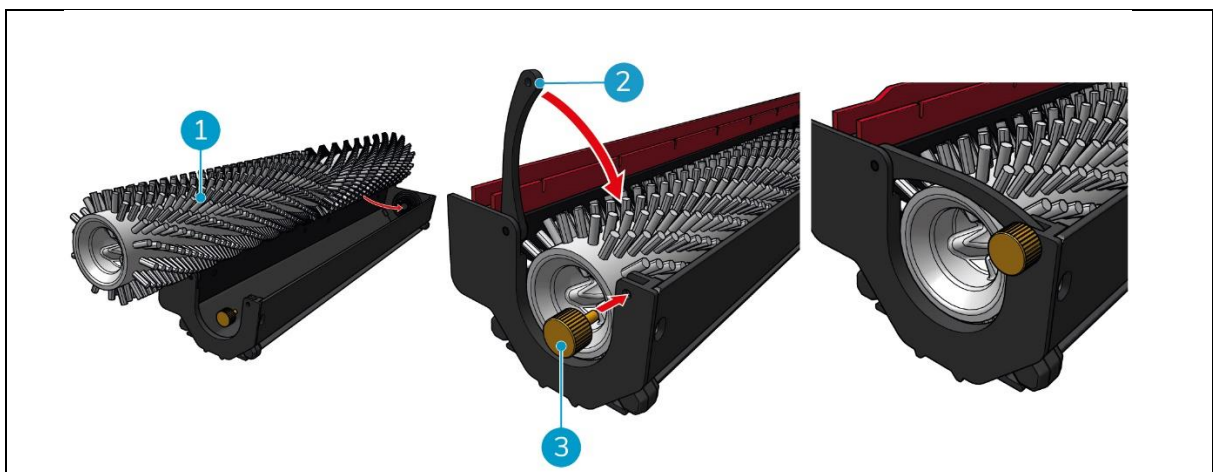

Figura 37
4. Sostituire la spazzola del rullo (Figura 37, pos. 1) nel supporto. Assicurarsi che la spazzola poggi correttamente nel supporto!
5. Chiudere la leva (Figura 37, pos. 2) e stringere la vite (Figura 37, pos. 3) in senso orario.